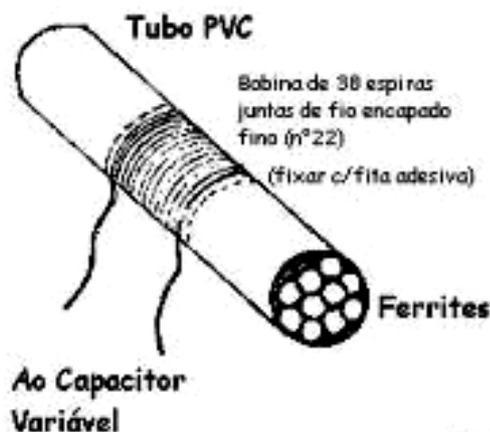

FIGURA 2
3. Enrole 38 espiras juntas de fio sobre o centro do tubo, formando uma bobina. Fixe o enrolamento e os extremos com fita adesiva, de modo que não se desprenda. Deixe aproximadamente 20cm. de fio livre em cada extremidade, que será utilizado para conexão ao capacitor variável (ver figura 2).